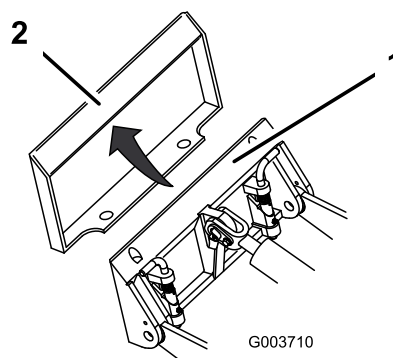

Рисунок 25
4. Введите монтажную поверхность в верхний выступ установочной пластины навесного приспособления (Рисунок 25).